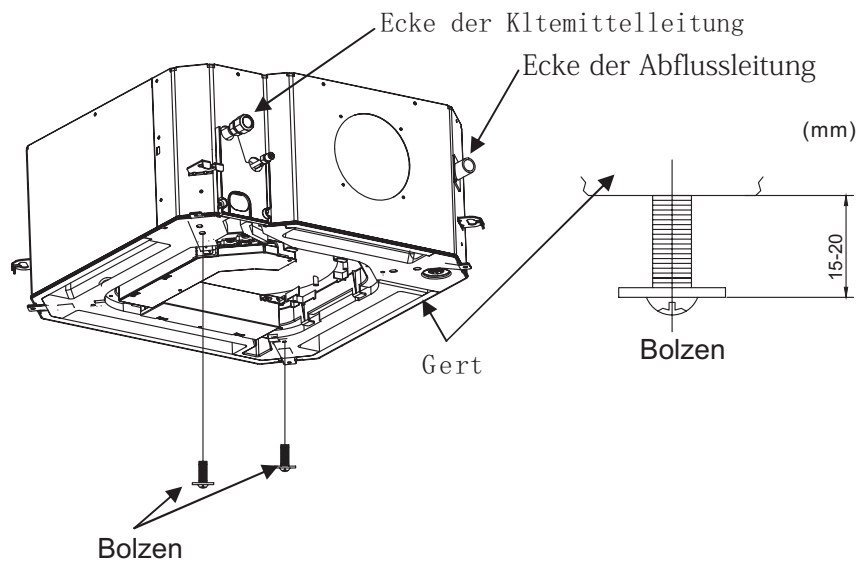

Abb.24
1. Befestigen Sie am Hauptgert zwei Bolzen (Zubehr) (in der Ecke der Kltemittelleitung und in der gegenüberliegenden Ecke). Detailansicht in Abb. 24. Geben Sie Acht, dass 15-20mm des Bolzens nicht eingeschraubt werden, um das Paneel einfacher einhängen zu k